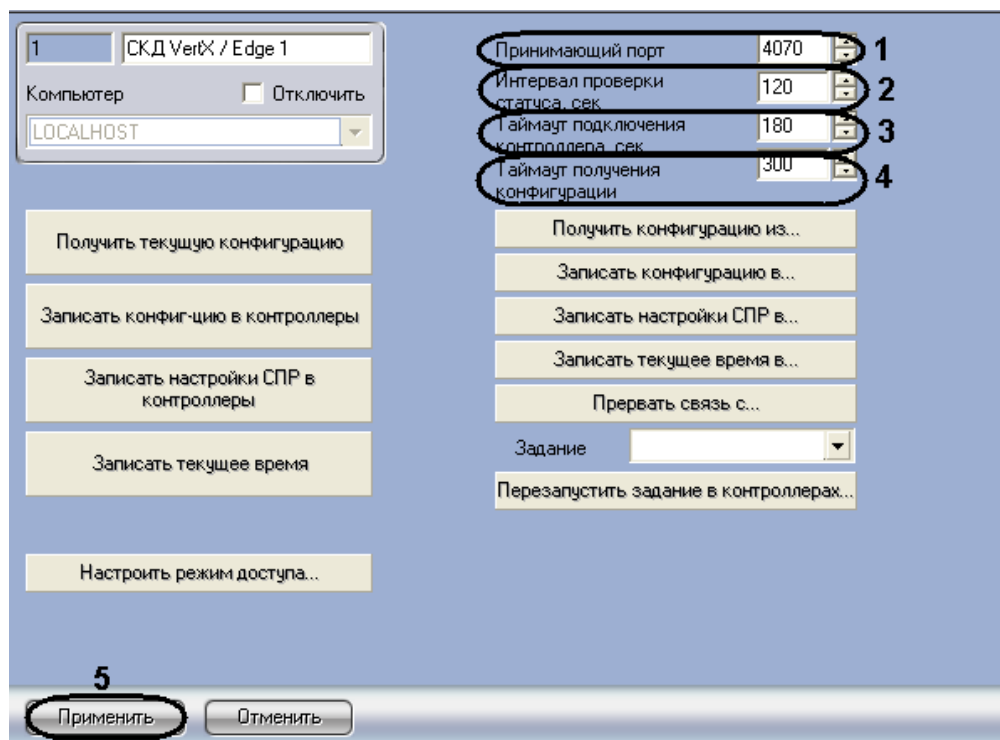

Рис. 3.5—1 Задание параметров модуля интеграции «HID»
1. В поле **Принимающий порт** необходимо указать порт связи с контроллерами *HID* (Рис. 3.5—1, 1).
2. В поле **Интервал проверки статуса** необходимо ввести период времени в секундах между проверкой статусов подключенных устройств (см. Рис. 3.5—1, 2).
3. В поле **Таймаут подключения контроллера** необходимо ввести период времени ожидания ответа от контроллера в секундах, по истечению которого считается, что контроллер отсутствует (см. Рис. 3.5—1, 3).
4. В поле **Таймаут получения конфигурации** необходимо ввести период времени в секундах до принудительного окончания чтения конфигурации контроллера после потери связи с ним (см. Рис. 3.5—1, 4).
5. Нажать кнопку **Применить** для сохранения изменений (см. Рис. 3.5—1, 5).